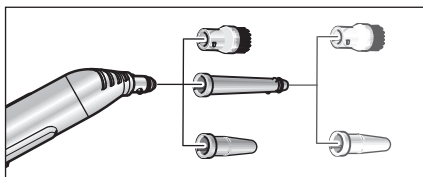

Fig. 6: Prelungitoarele pentru duza punctiformă
- Pentru mărirea performanțelor de curățare, în timpul lucrului cu duza punctiformă (D1), puteți să utilizați această duză în combinație cu prelungitorul (D2), cu peria cilindrică (D3) sau cu duza de forță (D4) (vezi fig. 6). Pentru aceasta, fixați cele două degajări ale prelungitorului pe ciocurile duzei punctiforme. Rotiți apoi prelungitorul în sens orar, până la oprirea acestuia.